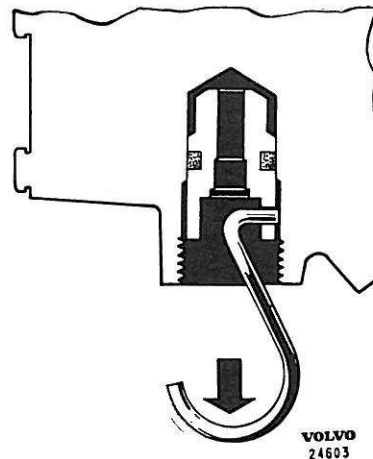

Fig. 13. Démontage du siège du clapet de décharge
2. Enlever le bouchon et retirer le ressort (11) et le cône de clapet (12). Extraire le siège de clapet (10) en se servant d'un petit crochet d'acier, voir Fig. 13.